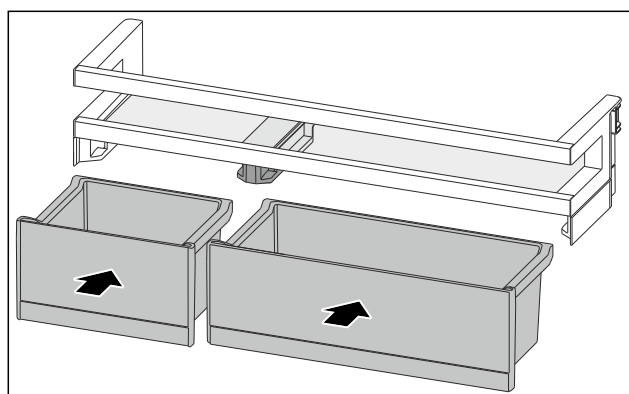

Fig. 185
- ▶ 排列互换后装入 VarioBox。(参见 Fig. 185)